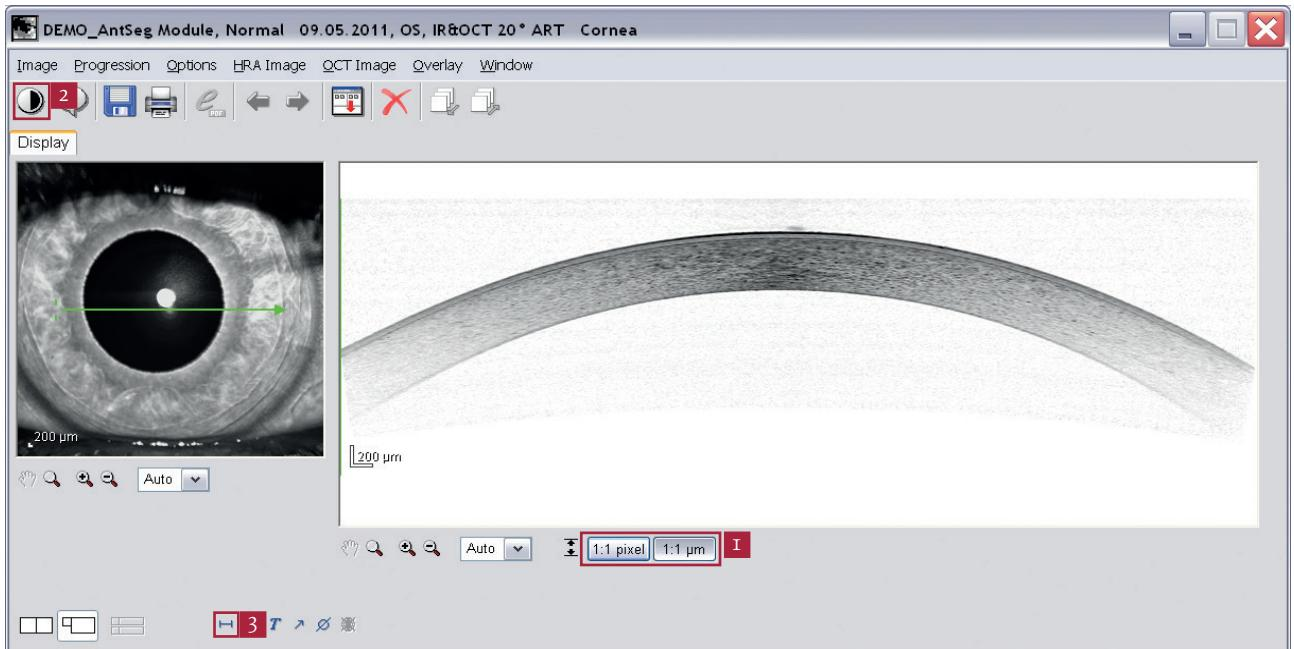

Abb. 2: Analysefenster Korneaaufnahme
- ✓ Auswahl der Darstellung der OCT-Scan-Ansicht 1:1 µm (Abb. 2 ①). In der 1:1 Pixel Darstellung ist das Messwerkzeug nicht verfügbar.
- ✓ Ist die Struktur der Kornea nicht scharf abgegrenzt zu erkennen, kann der Bildkontrast des OCT-Scans erhöht werden (Abb. 2 ②).
- ✓ Distanzmesswerkzeug (Abb. 2 ③) durch Mausklick auswählen.